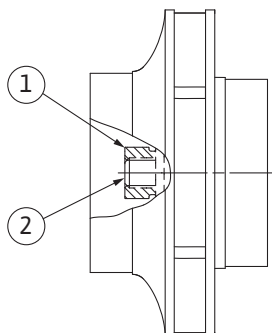

Fig. 107: Správna poloha matice oběžného kola po namontování
8. Pevně utáhněte hřídel plochým klíčem (velikost 22 mm) a utáhněte matici oběžného kola předepsaným utahovacím momentem (viz tabulka „Utahovací momenty“ [► 29]). Matice (Fig. 107, poz. 1) musí být přibližně $\pm 0,5$ mm v jedné rovině s koncem hřídele (Fig. 107, poz. 2). Pokud tomu tak není, matici povolte a opakujte úkony podle kroků 4 až 8.